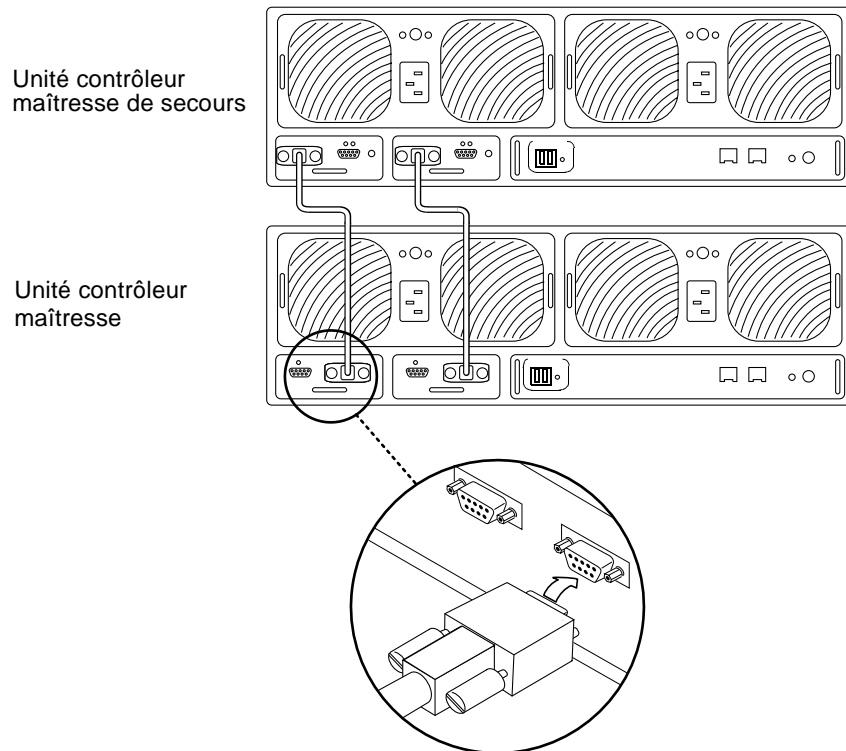

FIGURE 2-9 Branchement des câbles d'interconnexion
9. Groupe entreprise seulement : branchez les câbles d'interconnexion sur les cartes d'interconnexion, comme illustré à la FIGURE 2-9.